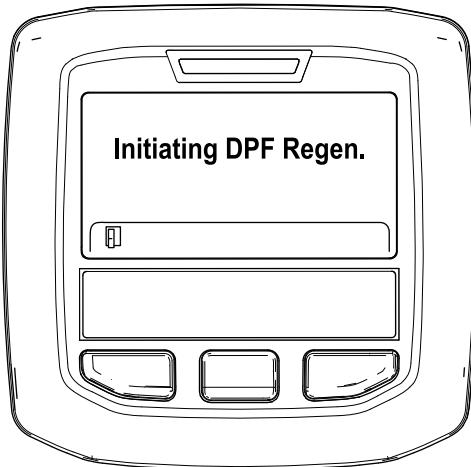

図 47
- A. Initiating DPF Regen DPF 再生開始中というメッセージが表示される図 47。